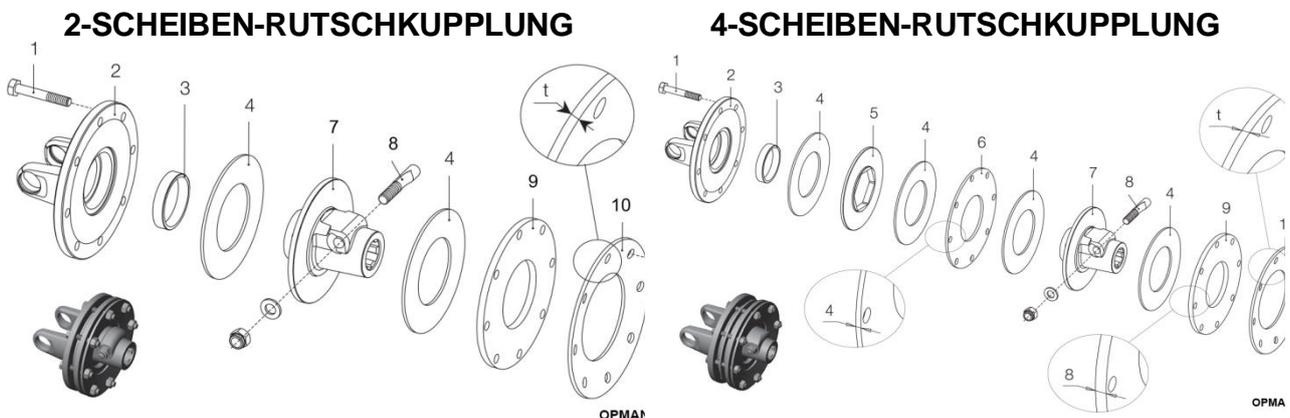

Abbildung 5.36
Abbildung 5.36 und Abbildung 5.37 zeigen eine vollständige Auflistung der Rutschkupplungen, und wo sich die einzelnen Typen bei jeder Maschine befinden.
- 5.4.1.6 Montieren Sie die anderen Teile, wie in Abbildung 5.36 und Abbildung 5.37 dargestellt, je nach Zapfwelle nacheinander